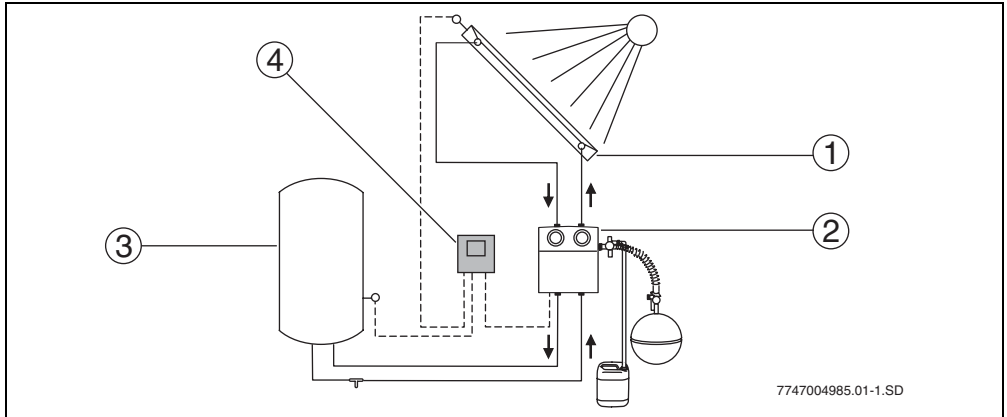

Fig. 30 Esquema do sistema
Quando a diferença de temperatura ajustada entre o campo de coletores (→ Fig. 30, pos. 1) e o termoacumulador solar (→ Fig. 30, pos. 3) é ultrapassada, a bomba no grupo de circulação é activada.